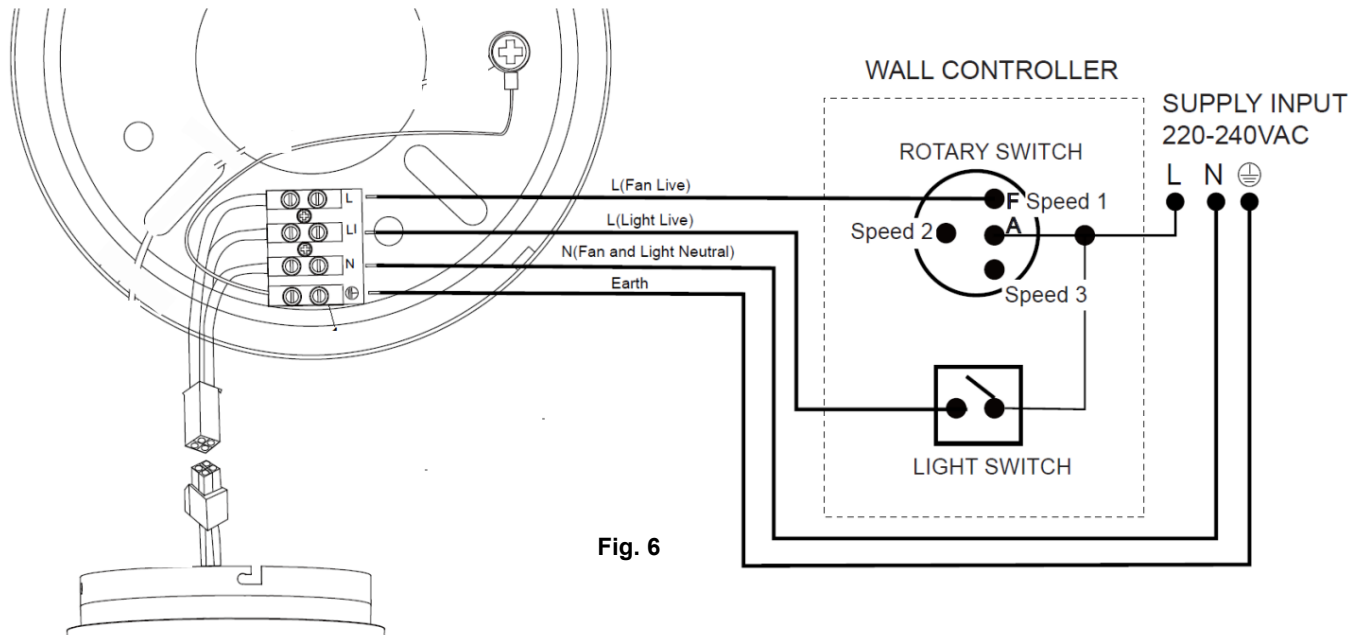

Fig. 6
- Voltooi de elektrische bedrading met behulp van het onderstaande schema (Fig.6).